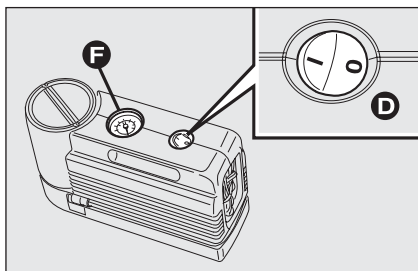
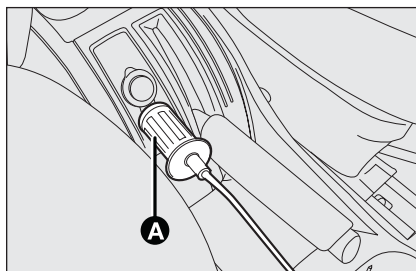

fig. 6
fig. 7
- ☐ vérifier que l'interrupteur **D-fig. 6** du compresseur est en position **0** (éteint), démarrer le moteur, insérer la fiche **A-fig. 7** dans l'allume-cigares et actionner le compresseur en mettant l'interrupteur **D** en position **I** (allumé). Gonfler le pneu à la pression indiquée dans le paragraphe "Pression de gonflage" du chapitre "Caractéristiques techniques".